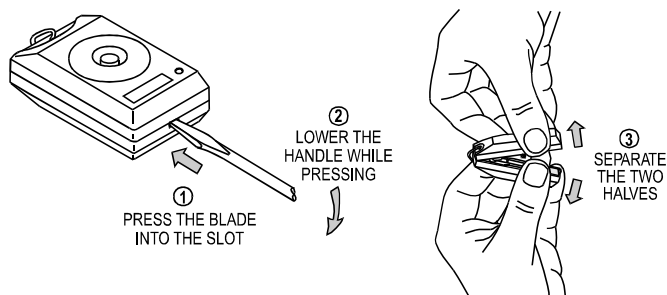

图 2. 开盖
A. 参照图 2.来打开电池盖, 插入一个 1/8 英寸的螺丝刀到底座的孔内, 将螺丝刀插入, 轻拧动螺丝直到前盖脱离底座。